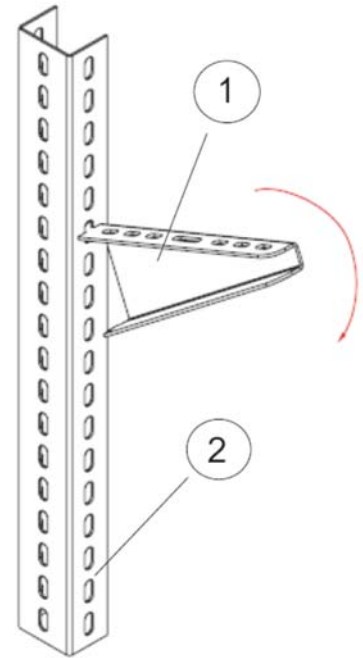

Рисунок 51
8.3.4 Опустить кронштейн, чтобы замок его надёжно зафиксировал в перфорированном профиле (рисунок 51).